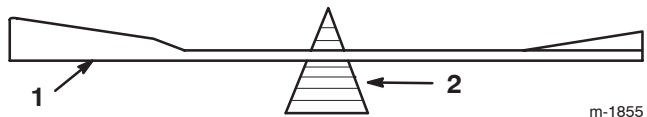

Figure 36
2. Vérifiez l'équilibre de chaque lame en la plaçant sur un équilibreur (Fig. 36). Si la lame reste horizontale, elle est équilibrée et peut être utilisée. Si la lame est déséquilibrée, limez un peu le dos de la lame. Répétez la procédure jusqu'à ce que la lame soit équilibrée.